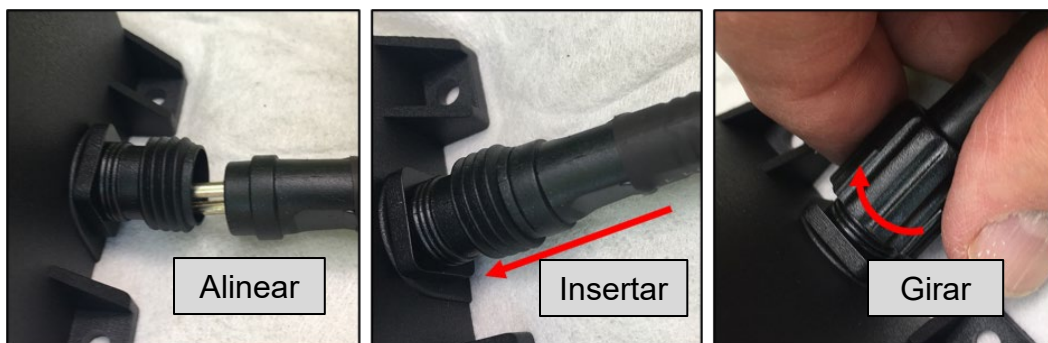

Ilustración 17 Conectar la fuente de alimentación
- a. Alinee el enchufe de la plancha con los orificios de la fuente de alimentación (Ilustración 17, izquierda).
- b. Inserte el enchufe hasta que quede completamente encajado (Ilustración 17, centro).